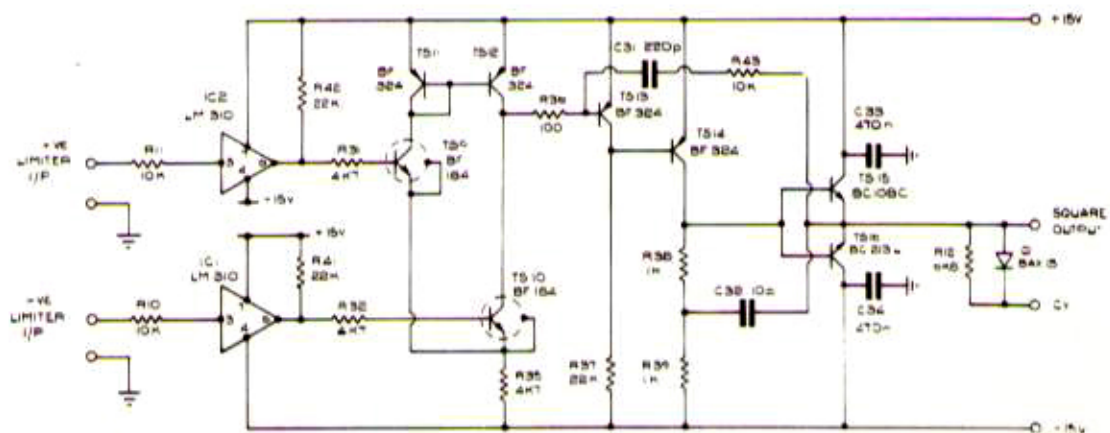

Fig. 8a Meter amplifier. Component layout
- Fig. 8a Meter amplifier. Component layout. Module M3365